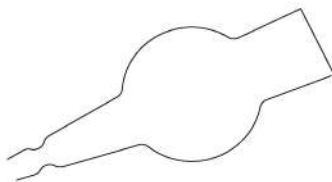

Рис. 74. Хлоркальциевая трубка
2. **Хлоркальциевая трубка** (рис. 74) предназначена для сообщения сосудов или приборов с атмосферным воздухом. Поступая через слой сорбента, которым заполнена трубка, воздух помещения очищается от содержащихся в нем примесей: от пыли, капелек влаги, некоторых химических веществ. Тип используемого сорбента определяется тем, какие вещества он